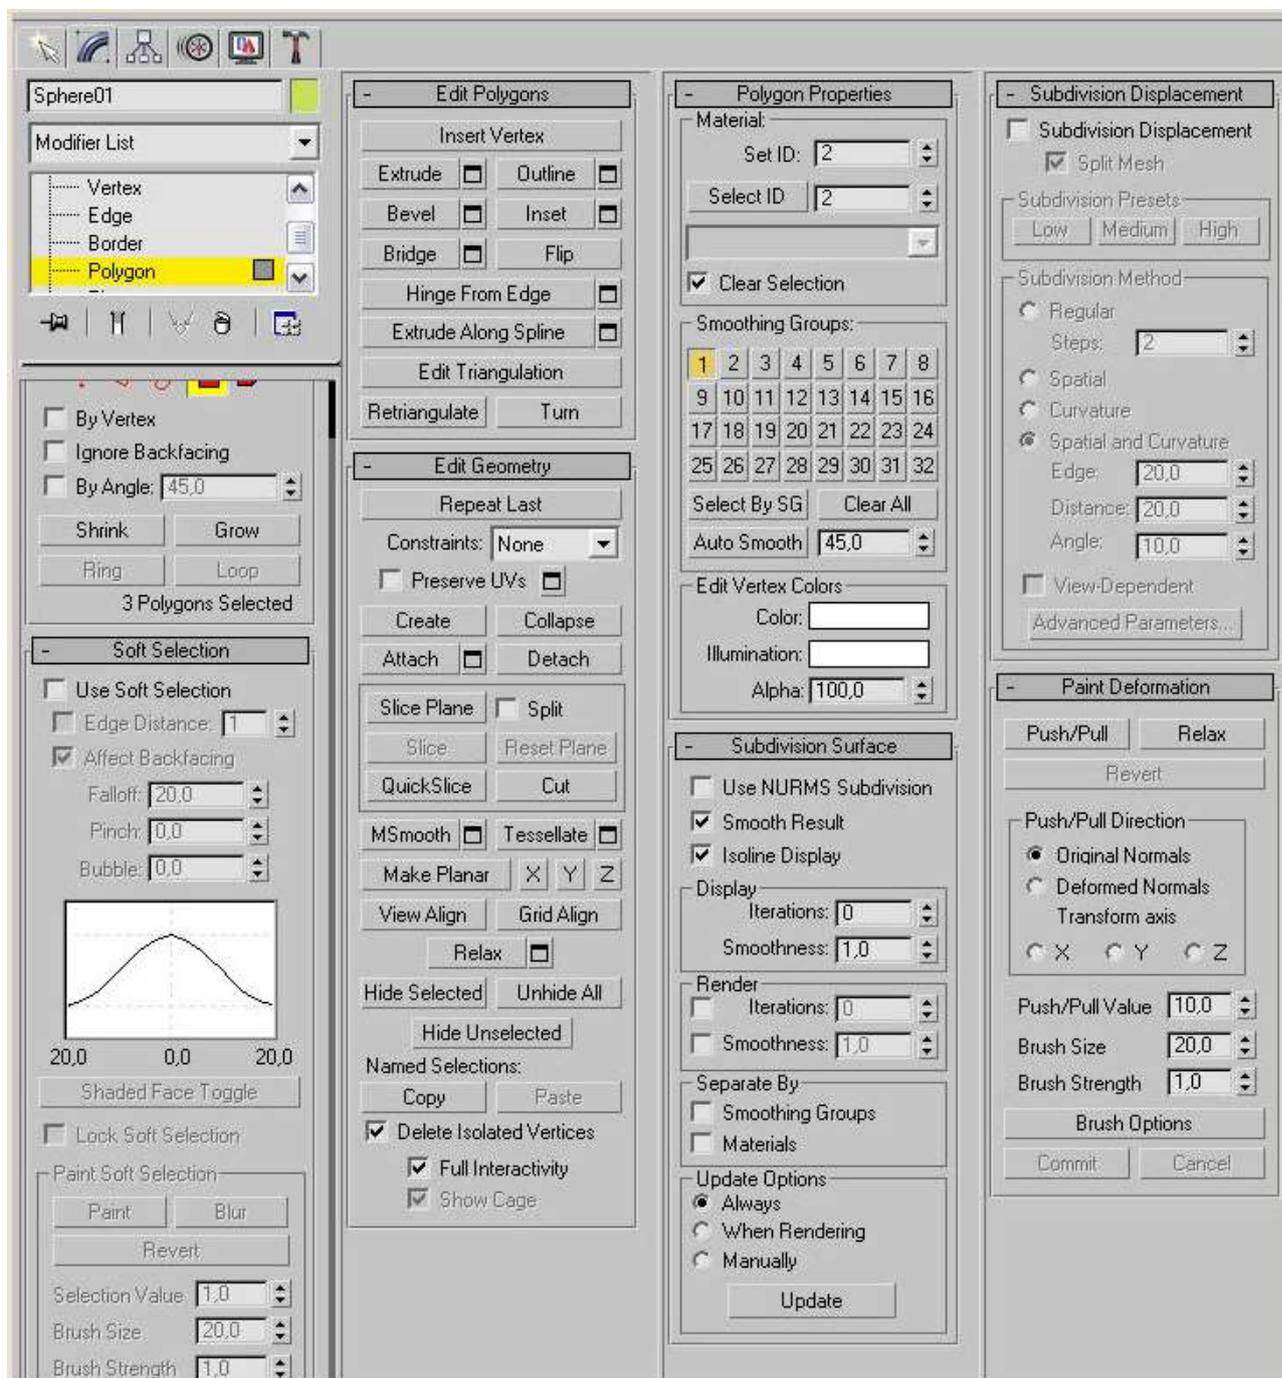

Рис. 9 – Режим редактирования **Polygon (Полигон)** объекта **Sphere (Сфера)**
3. Выделите объект **Sphere (Сфера)** в окне проекции и перейдите на вкладку командной панели **Modify (Изменение)**. Раскрыв список **Editable Poly (Редактируемая полигональная поверхность)** в стеке модификаторов, перейдите в режим редактирования **Polygon (Полигон)** (рис. 9).